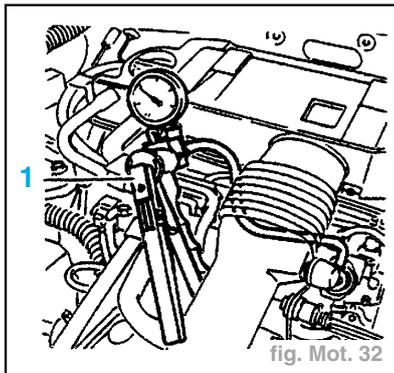

fig. Mot. 32
- Déposer le cylindre de charge (1).
- Faire chuter la pression dans le circuit de carburant, en appliquant une dépression sur le régulateur de pression avec la pompe à vide (1) (fig. Mot. 32).